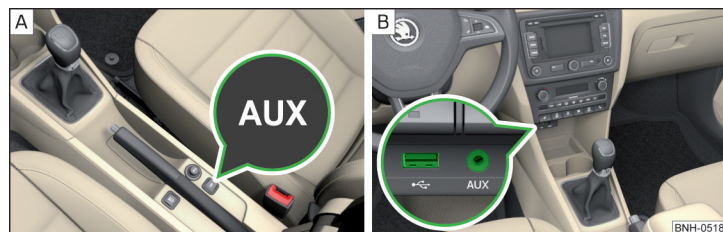

Abb. 84 Einbauorte der Eingänge: AUX / MDI (AUX und USB)
Der USB-Eingang befindet sich oberhalb des Ablagefachs in der Mittelkonsole vorn » Abb. 84 - B und ist mit dem Symbol  gekennzeichnet.
- ▶ Zwischen den Sitzen in der Mittelkonsole vorn » Abb. 84 - A.
- ▶ Oberhalb des Ablagefachs in der Mittelkonsole vorn » Abb. 84 - B.